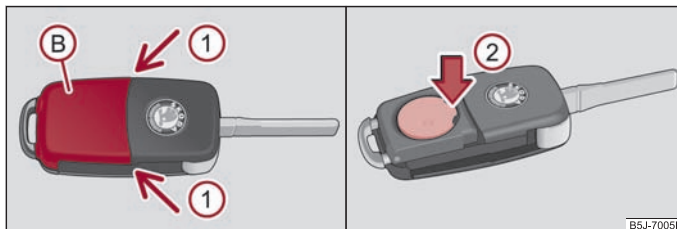

Fig. 23 Telecomanda - scoaterea capacului / Scoaterea bateriei
Fiecare cheie conține o baterie, care se găsește sub capacul (B) ⇒ fig. 23. Când bateria este descărcată, după apăsarea unei taste a telecomenzii, lampa de control de culoare roșie (A) nu clipește ⇒ fig. 23. Înlocuiți bateria în felul următor:
- Apăsați capacul în locul marcat cu săgeată (1), cu atenție.
- Prin apăsarea bateriei în jos, în locul marcat cu săgeată (2), scoateți bateria descărcată din cheie ⇒ fig. 23.